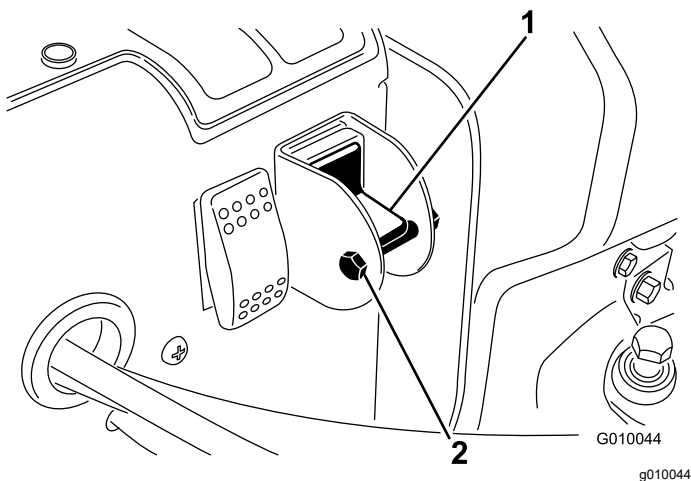

Figura 21
4. Retire o parafuso e a porca de bloqueio do dispositivo seletor (Figura 21).